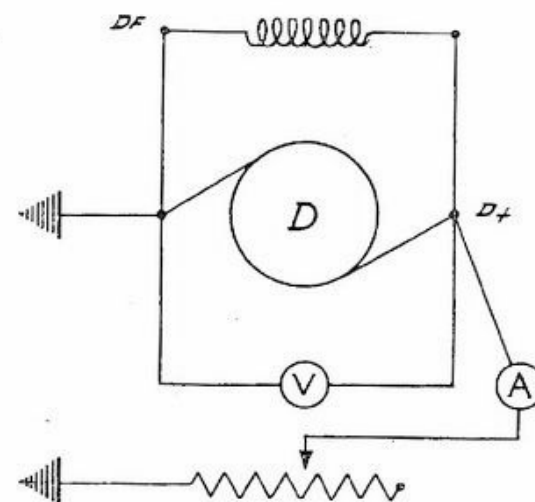

Fig. 121 - Schema prova dinamo sotto carico a tensione costante 6 V.
**b) Prova sotto carico a tensione costante 6 V:** Fermi restando i collegamenti della prova precedente collegare un reostato tra il D + e la massa con in serie un amperometro (fig. 121). Aumentare gradatamente i giri e regolare il reostato finché con la tensione di 6 V si ottiene una corrente di 7,5 A. La potenza sarà quindi  $6 \text{ V} \times 7,5 \text{ A} = 45 \text{ W}$  (potenza nominale). Il numero di giri corrispondente deve essere minore o uguale a 2100 g/1'. Se la dinamo ha le caratteristiche suddette vuol dire che è efficiente, e bisogna quindi cercare la causa nel regolatore.